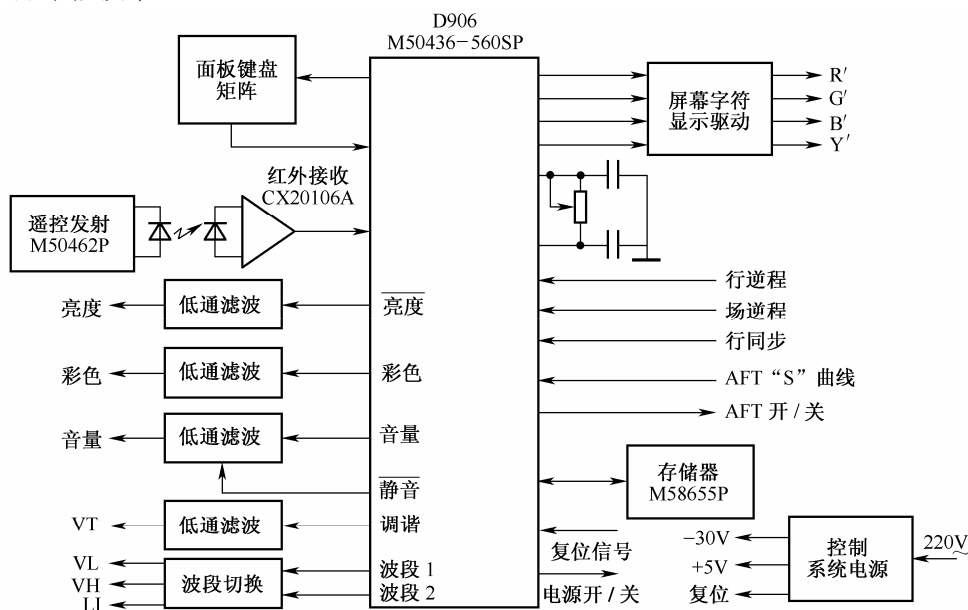

图 3-28 M50436-560SP 遥控系统组成框图
以 M50436-560SP 为微处理器的彩电遥控系统如图 3-28 所示, M50436-560SP 在西湖 54CD6 彩电中的应用电路如附图 A 所示。
- 2) 将图 3-28 中的状态开关拨在预置位置, 使 M50436-560SP 进入调谐状态。
- 3) 根据欲接收某电视台的频道, 按波段 (B) 键, 选择相应频段。
- 1) 将图 3-28 中的开关拨在预置位置, M50436-560SP 进入调谐状态。